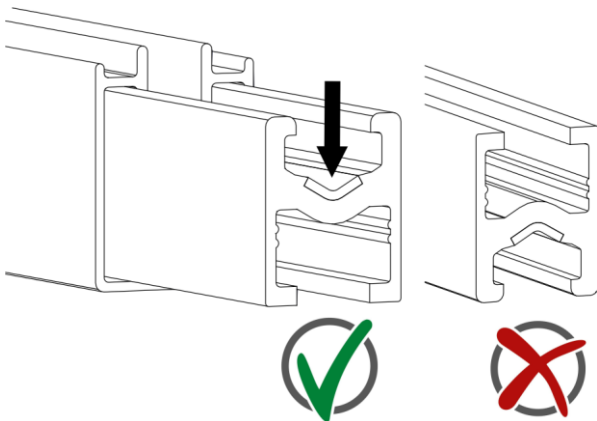

Abb. 45: Sägerichtung bei Stromschiene beachten
- Wenn die Stromschiene gesägt wird, muss die Schneidrichtung von oben nach unten eingehalten werden (siehe Abb. 45).